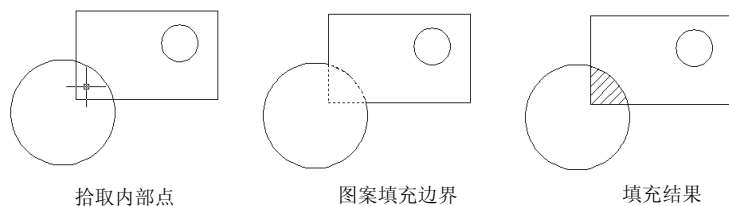

图 2-28 拾取点的图案填充
(1) “添加：拾取点”按钮：根据围绕指定点构成封闭区域的现有对象确定边界。对话框将暂时关闭，系统将会提示拾取一个点。拾取点进行图案填充过程如图 2-28 所示。拾取内部点时，可以随时在绘图区域中单击鼠标右键以显示包含多个选项的快捷菜单。